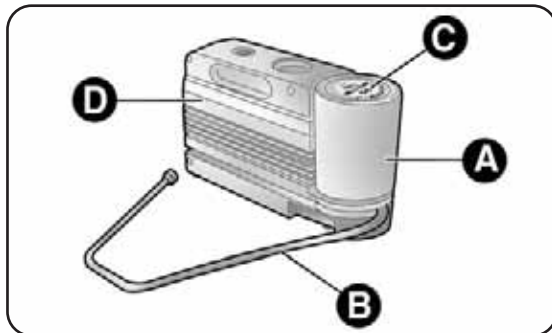

fig. 13
- una botella aerosol A-fig. 13 con el líquido sellador, dotada de: tubo de llenado B y adhesivo C con la inscripción "máx. 80 km/h", para aplicar en un lugar bien visible (por ejemplo en el salpicadero) después de la reparación del neumático;